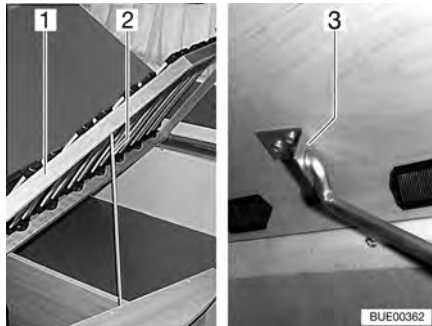

Bild 71 Fast säng
- Lyft ribbotten (Bild 71,1), lossa stången (Bild 71,2) ur fästet och stick in den i hållarens hål (Bild 71,3).
- Lyft ribbotten (Bild 71,1), lossa stången (Bild 71,2) ur hållaren (Bild 71,3) och stick in den i fästet.